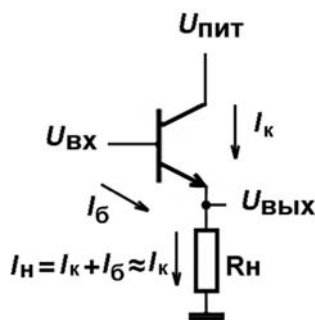

Рис. 6.7. Схема включения биполярного транзистора по схеме с общим коллектором
Схема с *общим коллектором* (о. к.) показана на рис. 6.7. Памятуя, что напряжение базы и эмиттера никогда не отличается более, чем на 0,6–0,7 В, мы приходим к выводу, что выходное напряжение такой схемы должно быть меньше входного именно на эту величину. Это так и есть — схема с общим коллектором иначе называется *эмиттерным повторителем*, поскольку выходное напряжение повторяет входное — за вычетом все тех же 0,6 В. Каков же смысл этой схемы?
Дело в том, что схема на рис. 6.7 усиливает сигнал по току (в количество раз, определяемое величиной h_{213}), что равносильно тому, что собственное входное сопротивление этой схемы равно h_{213} больше того сопротивления, которое стоит в цепи эмиттера. Поэтому в этой схеме мы можем подавать на «голый» вывод базы напряжение без опасности сжечь переход база-эмиттер. Иногда это полезно само по себе, если не слишком мощный источник (т. е. обладающий высоким выходным сопротивлением) нужно согласовать с мощной нагрузкой (в главе 9 мы увидим, как это используется в источниках питания). Кстати, схема с о. к. *не инвертирует* сигнал — в отличие от схемы с о. э.
- усиление по напряжению (дифференциальному) составляет 100 и более раз. Если вы хотите получить точно определенный коэффициент усиления, в каждый из эмиттеров нужно ввести по одинаковому резистору — тогда $K_{\text{ус}}$ будет определяться, как для каскада на рис. 6.7. Но обычно в таком режиме дифференциальный усилитель не применяют — их используют в системах с общей обратной связью, которая и задает необходимый коэффициент усиления (см. главу 8);